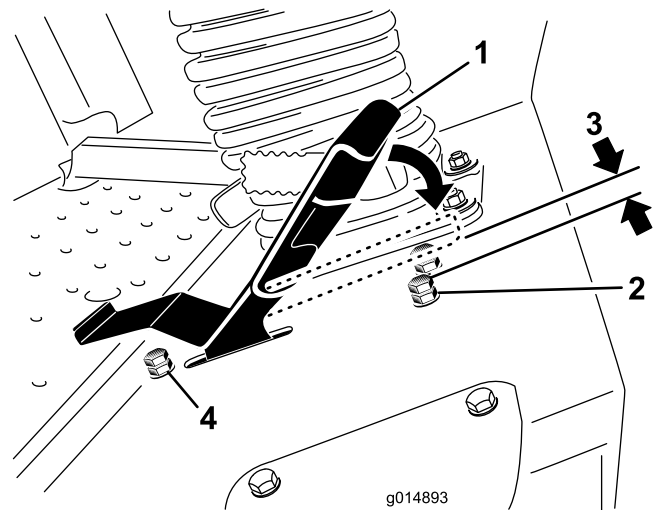

Bild 48
3. Lösen Sie für das Fahrpedal die Klemmmutter an der Anschlagschraube (Bild 48).